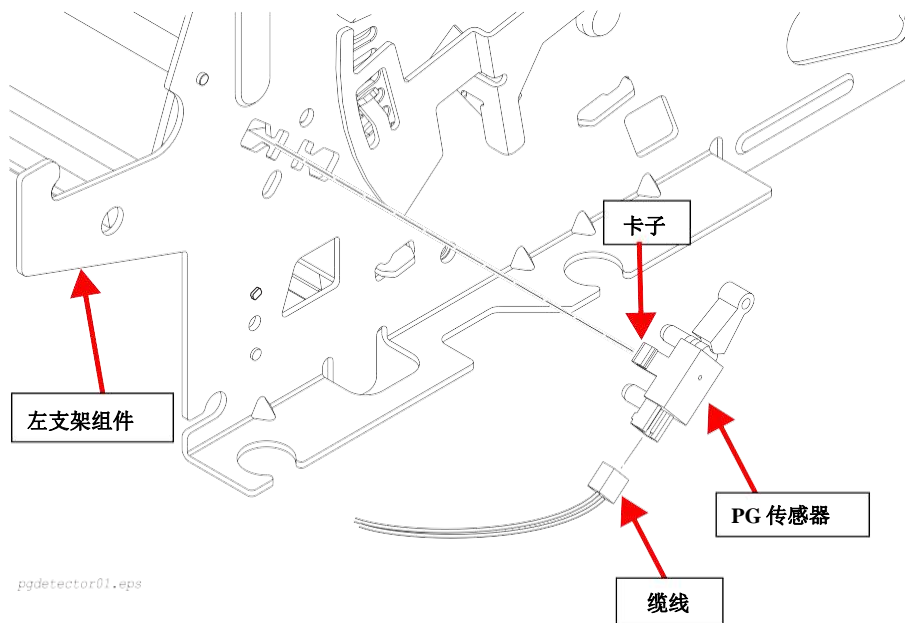

图 4-23. PG 传感器的拆卸
2. 把用于将 PG 传感器固定到机架左支架组件上的 2 个卡子松开，然后取出传感器。(参见图 4-23)